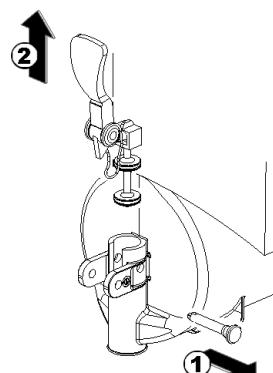

figura 11
**5** Desarmar el grifo respetando la secuencia indicada (ver figura 11).
- 3 Armar de nuevo el grifo sobre el contenedor siguiendo la secuencia inversa a la detallada para el desmontaje (verde figura 11).